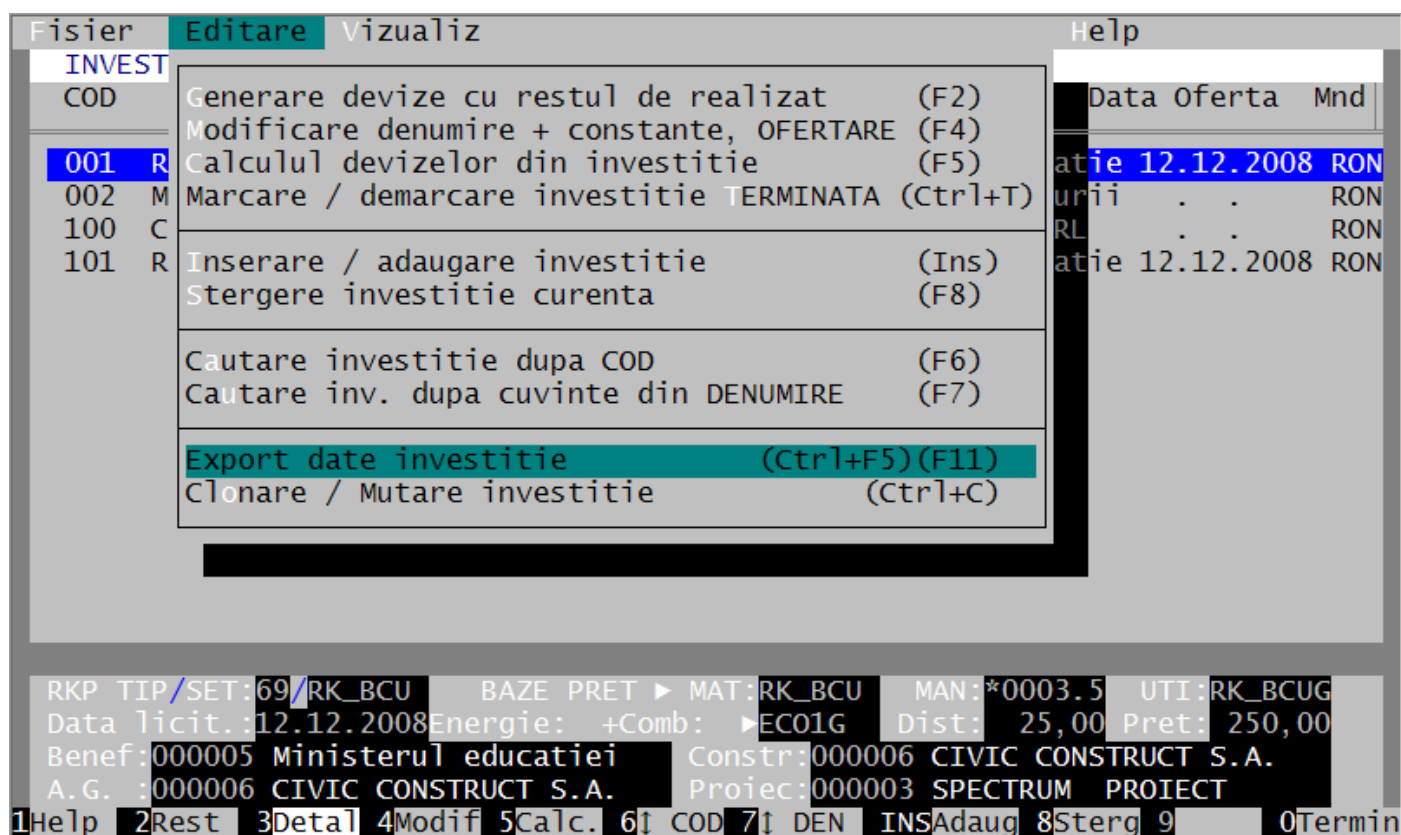
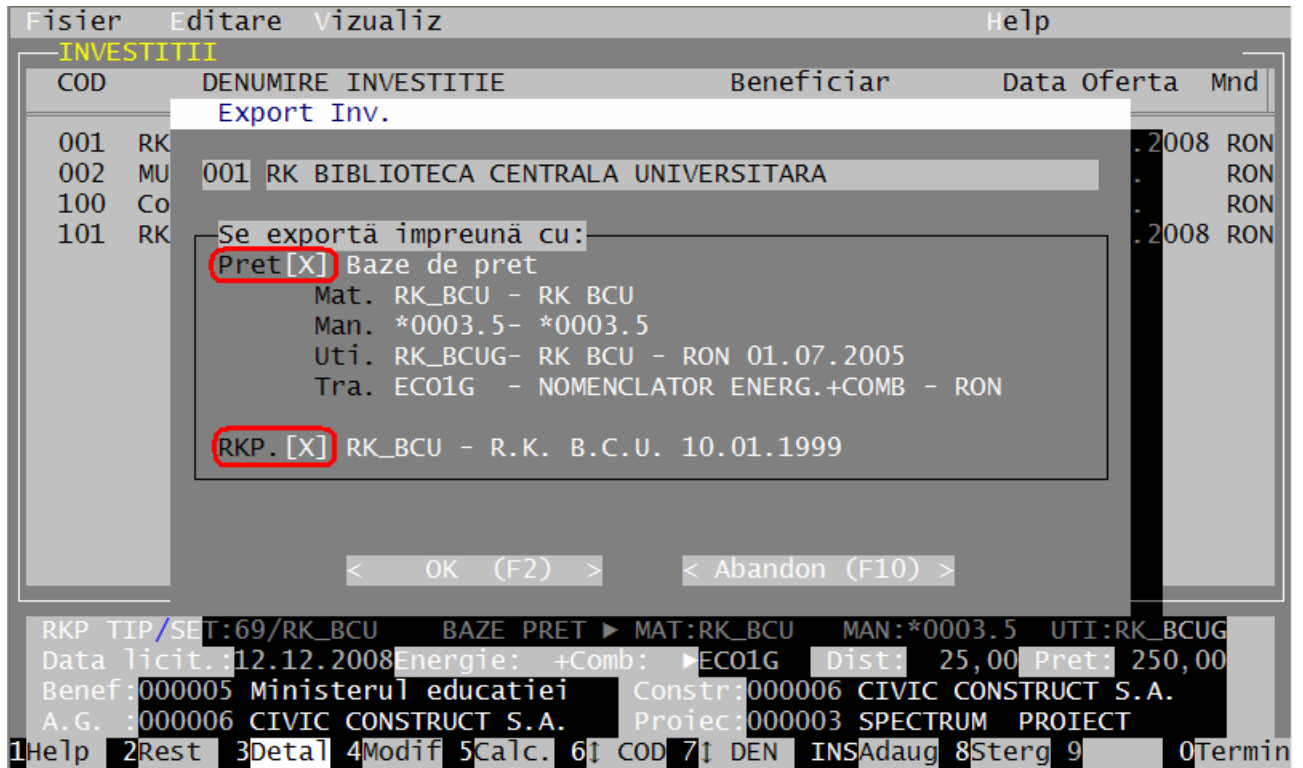

Figura 2.1. Selectarea pentru export a unei investitii.
Figura 2.2. Selectarea optiunilor de export ale unei investitii: exportul bazelor de pret si exportul setului de coeficienti pentru recapitulatie
In figura 2.1 este exemplificat exportul investitiei „001”, iar in figura 2.2 modul in care se aleg optiunile sale de export.
**Atentie:** In figura 2.2 se observa că există posibilitatea alegerii exportului investitiei împreună cu bazele de pret si coeficientii de la recapitulatie. Aceasta posibilitate trebuie tratata cu atentie deoarece, poate avea avantaje dar si dezavantaje:
- Exceptie de la regula anterioară fac bazele de pret si seturile de coeficienti care pot sau nu să fie exportate împreună cu investitiile, obiectele sau stadiile fizice [în functie de optiunea utilizatorului], după cum se observă in figura 2.2